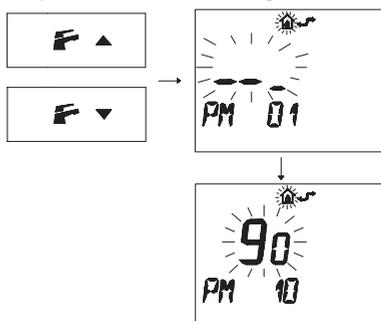

Figura 5.58
- Premere i pulsanti **F**▲ o **F**▼ per visualizzare la programmazione "PM10" selezione della frequenza di accensione (Figura 5.58).
Nella Figura 5.58 si visualizza un SET programmato di **90** corrispondente ad un tempo di riaccensione di 3 minuti circa.